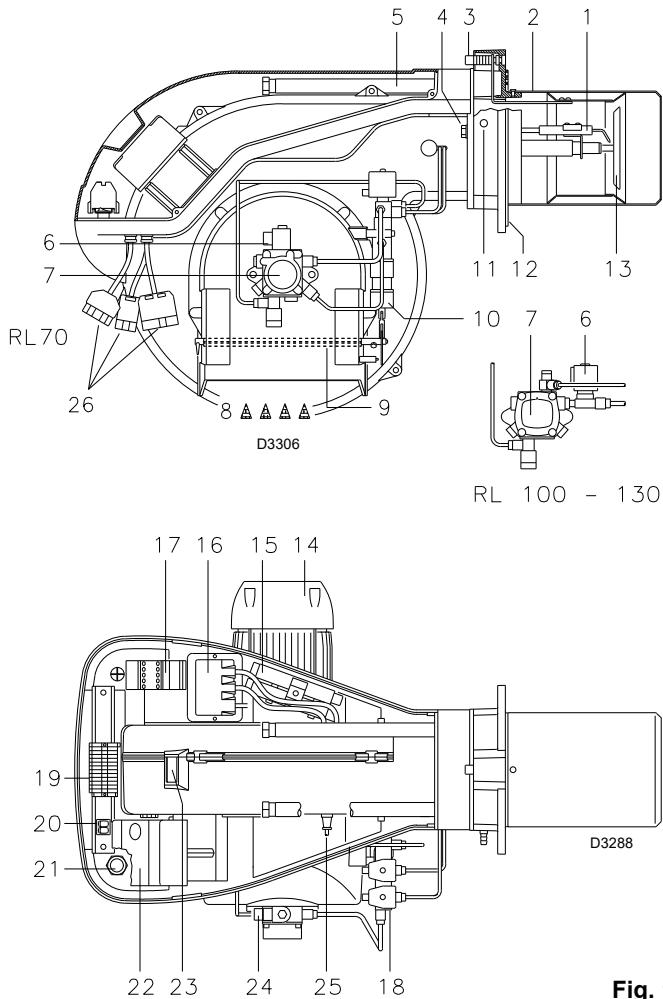

Fig. 1
4.3 Descrizione bruciatore (Fig. 1)
Blocco apparecchiatura: l'accensione del pulsante (led rosso) dell'apparecchiatura 22)(Fig. 1) avverte che il bruciatore è in blocco. Per sbloccare premere il pulsante per un tempo compreso tra 1 e 3 secondi
Blocco motore: per sbloccare premere il pulsante del relè termico 17)(Fig. 1).
(1) boccaglio: corto - lungo
- 2 - Prolunghe 15) (Fig. 1) per guide 5) (Fig. 1)